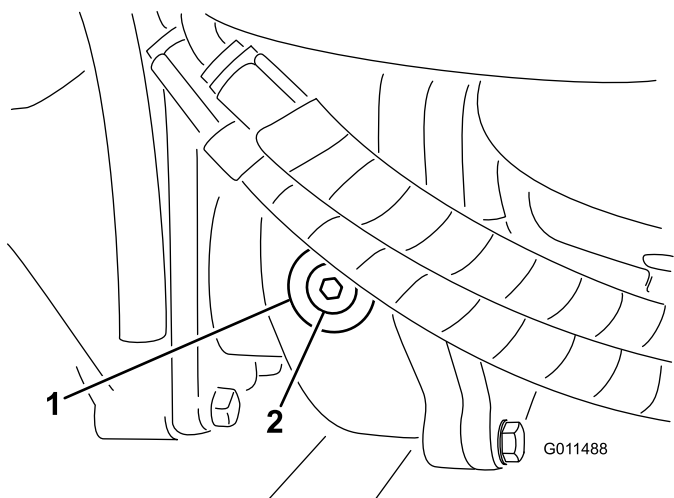

Рисунок 16
2. Снимите пробку контрольного (заливного) отверстия с левой стороны редуктора и убедитесь, что масло доходит до нижнего края отверстия (Рисунок 16).